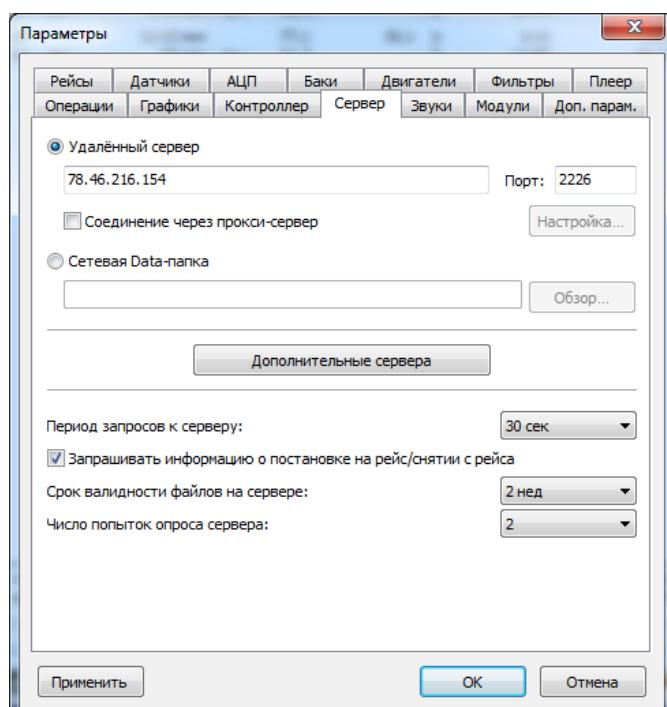

Рис.42– Настройка сервера.
- В окне настройки основного сервера (рис.42) установите **Период запросов к серверу**. Программа АвтоГРАФ через указанный интервал времени будет запрашивать online данные с каждого сервера, параметры которых указаны в настройках программы. Если хотите запрашивать данные самостоятельно, выберите пункт **Вручную**.